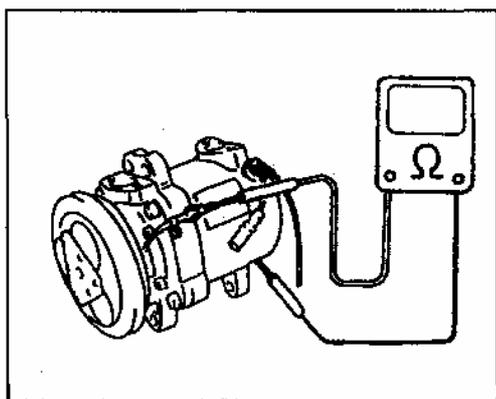

Рис. 776
- Проверьте шкив муфты и пластину ротор на износ или замасленное состояние. Проверьте подшипник муфты на шум, износ и утечку масла. Измерьте сопротивление катушки муфты при 20°C (Рис. 776). Стандартное сопротивление 2.9-3.8 Ом. Если значение сопротивления выходит за допустимые пределы, замените катушку.